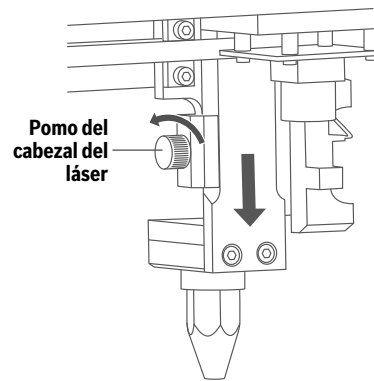

Fig. 37
- c. Retire completamente el ensamblaje del soporte del lente aflojando el pomo del cabezal del láser, Fig. 37.